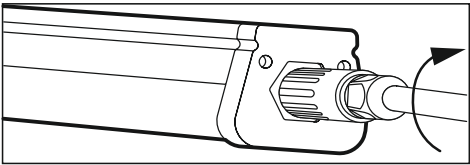

Рис. 3
- 5.16 Соедините быстроръемный разъем и надежно закрутите его, чтобы добиться герметичности (рис.3). **Внимание!** Не допускается эксплуатация приборов с неустановленными разъемами для быстрого подключения.